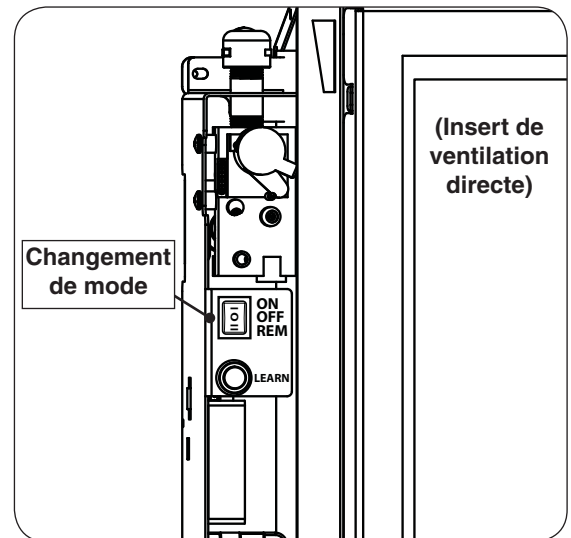
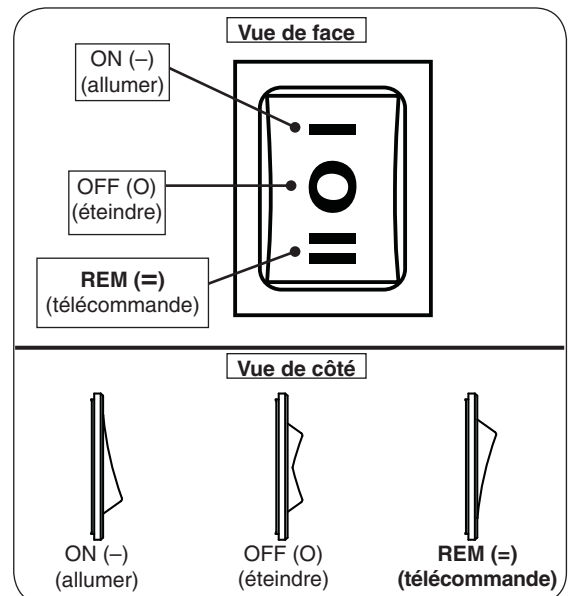

Fig. 36-1 Boîtier de commande (Côté gauche de l'unité)
Fig. 36-2 Détails du commutateur de mode
1. Ouvrez la porte d'accès. Localisez le commutateur de mode 3 positions sur le boîtier de commande (voir Fig. 36-1). Appuyez sur le commutateur jusqu'à la position **REM (=)** (télécommande) (voir Fig. 36-2). Le système émettra un bip.